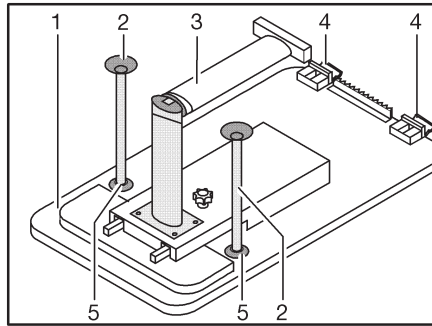

Bild 92 Sängbotten
- Lyft upp bordsskivan (Bild 92,1) något framtill.
- Lossa bordsbenet (Bild 92,3) vid ledgången och fäll in det.
- Sväng upp bordsskivan ca 45° och haka loss hållarna (Bild 92,4) ur den övre skenan.
- Sätt, beroende på modell, in de två extra stödbenen (Bild 92,2) i fästena (Bild 92,5) på bordsskivans undersida.